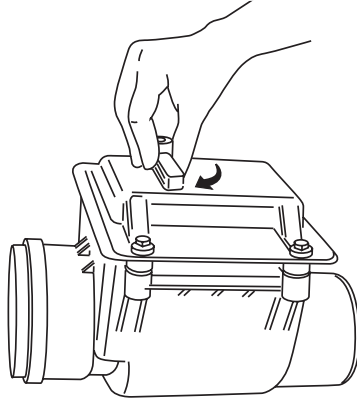

fig.3
**Verrouillage manuel du clapet** En cas d'absence prolongée (résidence secondaire) possibilité de verrouiller manuellement le clapet (position de la poignée dans le sens indiqué par la fig. 3) - Attention: le verrouillage du clapet interrompt l'écoulement vers le réseau.